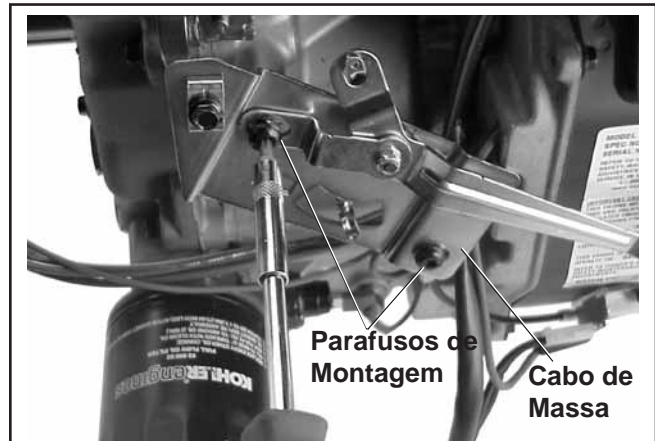

Figura 9-8. Retirar o Suporte de Controlo da Borboleta.
1. Retire os dois parafusos de montagem que fixam o suporte de controlo da borboleta e o cabo de massa (alguns modelos) no cárter. Consulte a Figura 9-8.